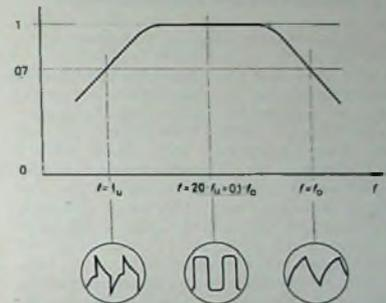
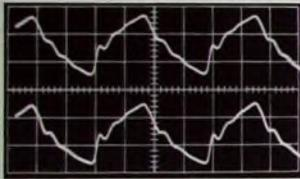

Bild 2. Übertragungsbereich eines Tonabnehmers
Bild 4 Ausgangsspannungen eines Stereo-Abtasters mit Entzerrer-Vorverstärker bei Seitenschritt
aufgestellt (Bild 2). Auf Grund ihrer hohen Lichtausbeute ist es nicht erforderlich, den Hörsaal bei der Projektion abzudunkeln, so daß die Zuschauer sich Notizen über die Vorlesung und das Geschehen auf der Leinwand machen können. Das 4 m2 große Farbbild gibt auch bei vollbesetztem Hörsaal jedem Studenten die Möglichkeit, alle Phasen der Übertragung zu verfolgen. Der Fernsehgroßbildprojektor steht im Hörsaal in einer speziellen Projektionskanzel, in der außerdem noch eine Fernsehlese-einrichtung untergebracht ist, mit der man Vorlagen im Aufsicht- oder Durchlichtverfahren über den Eidophor-Simultanprojektor projizieren kann.
4. Im Hörsaal laufen alle Farb- und Schwarz-Weiß-Kamerasingnale im dort installierten Regiepult auf (s. Bild 2). Darin befinden sich drei Monitore, auf deren Bildschirm der Dozent die von ihm oder seinem technischen Assistenten mit Druck-tasten vorgewählten Kamerabilder sehen kann. Ebenfalls durch Tastendruck wird das aus diesen dann ausgewählte Bildsignal auf den Eidophor-Simultanprojektor gegeben. Außerdem enthält das Regiepult eine Fernschreibeinrichtung, über die der Dozent schriftliche Erläuterungen, Formeln usw. gleichfalls über den Fernsehgroßbildprojektor auf die Leinwand projizieren kann. Diese Regiepulte darf man in ihrer technischen Auslegung und im Bedienungs-komfort als neuartig für die kommerzielle Technik betrachten.
Bild 2. Hörsaal mit Eidophor-Projektionskanzel und dem links unten erkennbaren Regiepult. Der Ausschnitt zeigt das Regiepult mit Bedienungsorganen, Monitoren und der Glaspulte (rechts) der Fernschreibeinrichtung mit dem dazugehörigen Monitor
Wie Bild 2 zeigt, liegt die Folgefrequenz der symmetrischen Rechteckspannung der
Bild 4 zeigt das Oszillogramm der Seitenschrittabtastung, das man erhält, wenn der zum Magnetsystem gehörende Entzerrer-Vorverstärker nicht überbrückt, also in den Test einbezogen wird. Nach Bild 2 muß hierbei im Wiedergabebeweg ein erheblicher Höhenabfall auftreten, der bei einem Entzerrer zur reziproken Schneidkennliniennachbildung ja auch tatsächlich vorhanden ist. Zu einer Systembewertung reicht eine so zustandegekommene verformte Rechteckkurve verständlicherweise kaum aus; sie kann höchstens bei einem direkten Systemvergleich (in derselben Meßanordnung!) zu einer Aussage führen.